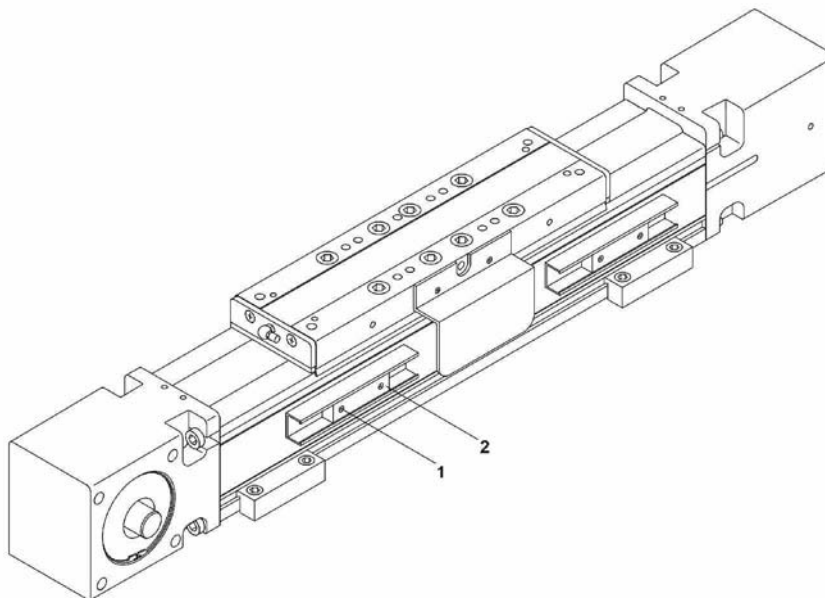

Figura 4:
1. **Figura 4:** Allentare il rispettivo interruttore di prossimità svitando la vite di fissaggio (1).
2. Spostare l'interruttore di prossimità (2).